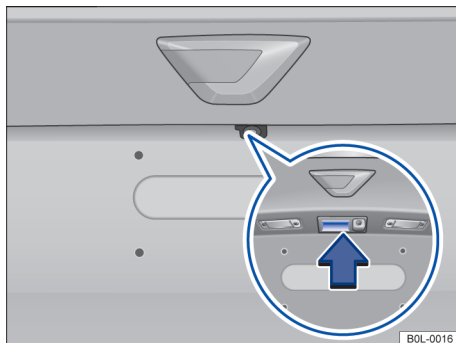

图 48 从车外打开尾门
- 按一下车辆钥匙上的按钮  解锁尾门或完全解锁车辆后，通过按压按钮  → 图 48（箭头）打开尾门；
- 或：按住车辆钥匙上的  按钮，直至尾门自动打开数毫米，通过按压按钮  → 图 48（箭头）打开尾门；